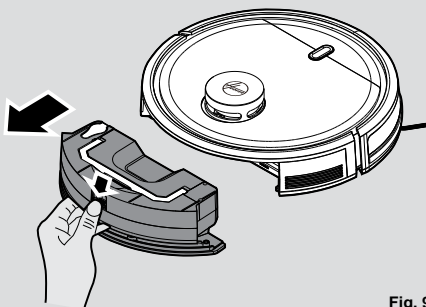

Fig. 9
1. Tryk på udløserknappen og træk den ud. [Fig. 9]
1. Efter støvsugning fjernes vandtanken og støvbeholderen. Tryk på udløserknappen og træk den ud. [Fig. 9]